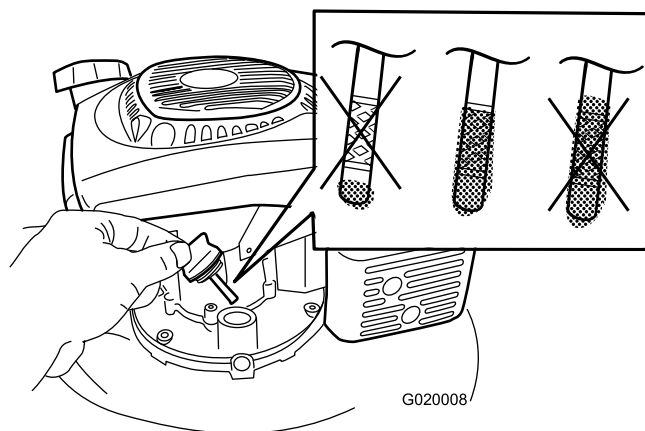

Figure 9
- Sortez de nouveau la jauge et vérifiez le niveau d'huile; voir Figure 9.
2. Retirez la jauge (Figure 9).